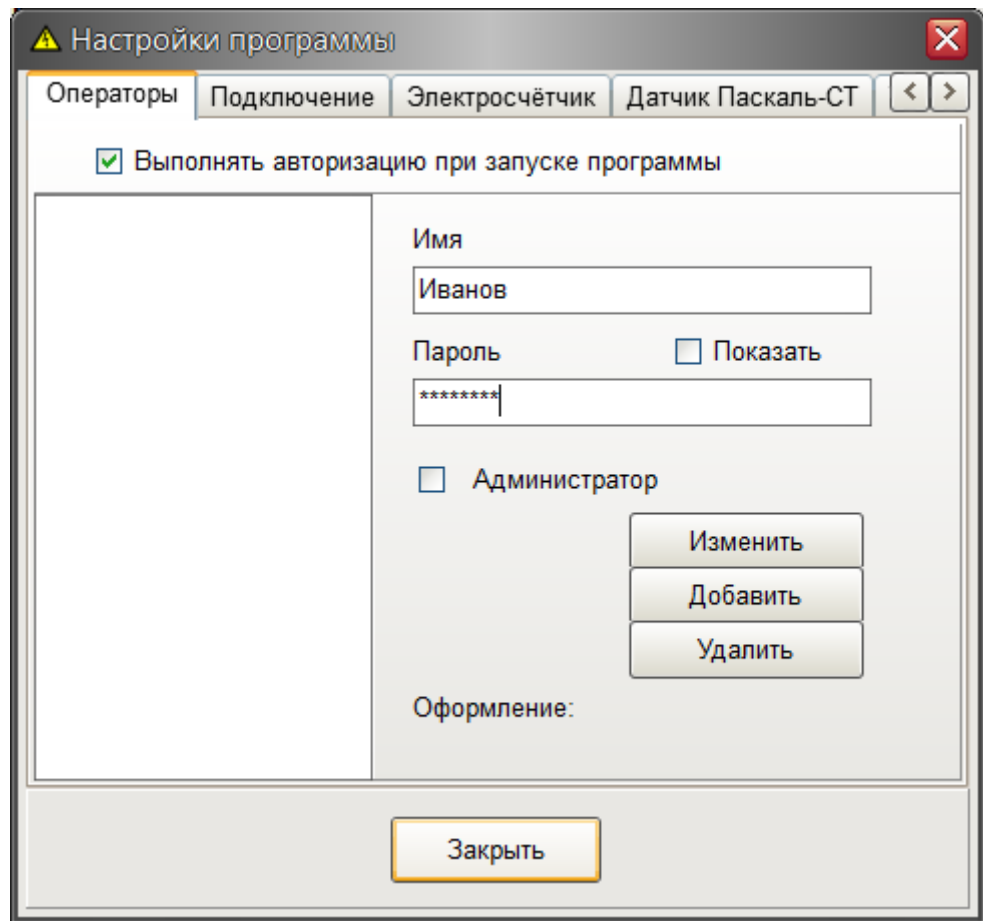

Рисунок 6 – Ввод имени операторов системы
7. В программе «Esafety» выбрать меню **Настройки / Настройки программы**, откроется окно «Настройки программы» (рисунок 6). На вкладке «Операторы» ввести имена, пароль и права доступа всех сотрудников, работающих со стендом. Как правило, операторы стенда не имеют прав администратора в целях предотвращения изменений параметров тестов.